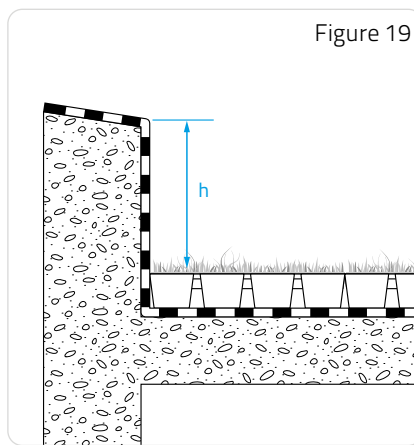

Figure 19
□ Reliefs entièrement revêtus d'étanchéité (Figure 19).